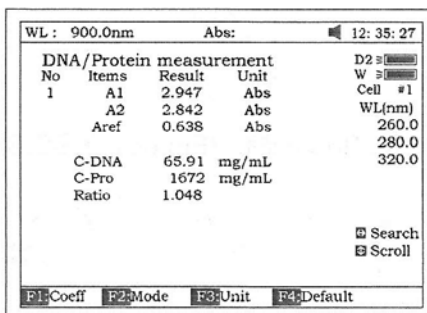

Fig 65
5. Hale la celda de muestra hasta el paso de luz; presione [START] para medir la muestra. El resultado de la medida será mostrado en la pantalla (Fig 65).